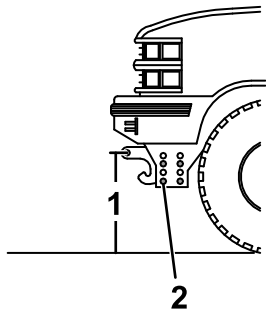

Bild 44
1. Messen Sie den Abstand zwischen dem Boden und den Bohrungen des Kupplungsfederstifts auf Schubrahmen des Fahrwerks (Bild 44). Die Messung sollte mit der für Ihren Schneepflug in Technische Angaben (Seite 15) aufgelisteten Höhe übereinstimmen.
2. Befindet sich der Schubrahmen nicht in der richtigen Höhe, entfernen Sie die Befestigungen, die den Schubrahmen mit dem Fahrwerk verbinden (Bild 44).